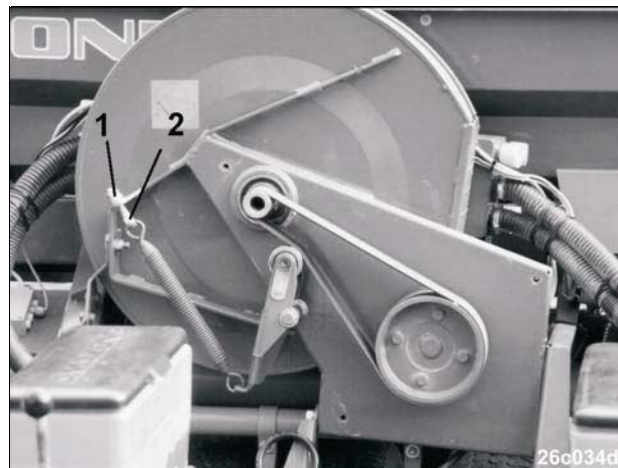

Рис. 181
- открутите обе контрнатяжные гайки (Рис. 181/1) зажимного винта (Рис. 181/2) и установите длину пружины растяжения в соответствии с данными в таблице, гл. „Ременные шкивы для различной частоты вращения ВОМ“.
- Затяните контргайки (Рис. 181/1).